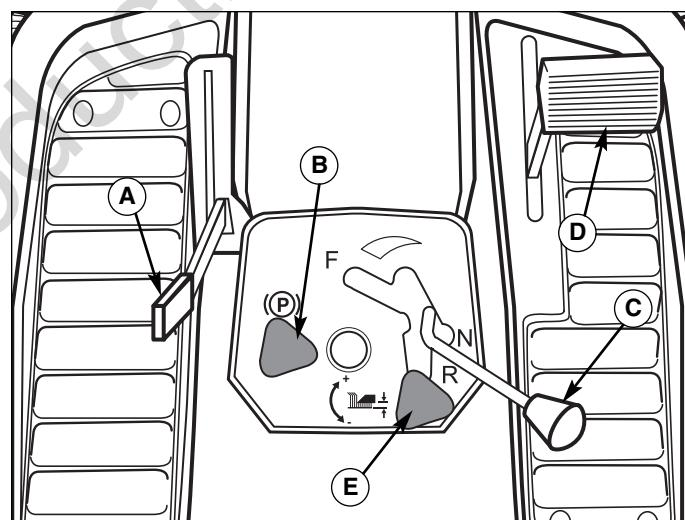

Figura 3. Controles
- Siéntese en el asiento del tractor en la posición de funcionamiento. Accione el freno de estacionamiento con el pedal del freno (D, Figura 3) y la perilla del freno de estacionamiento (B).